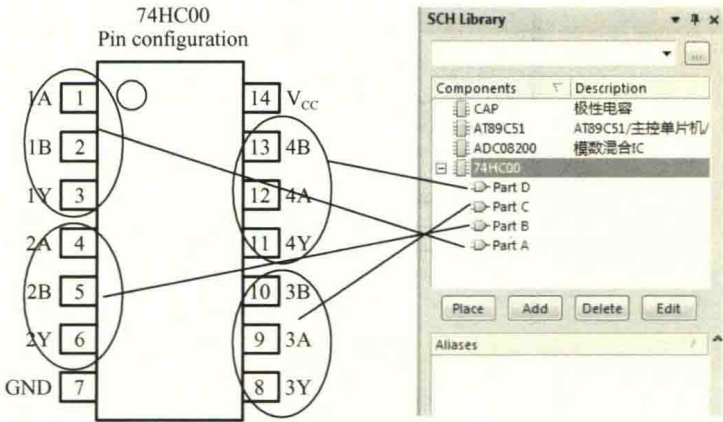

图 3-31 子件管脚的分配
(1) 分析子件管脚的分配，如图 3-31 所示，74HC00 可以根据 4 个与非门的独立功能划分为 4 个子件。